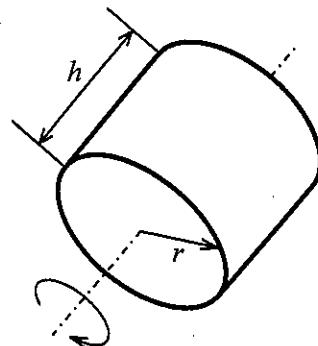

図1
1) 図1に示すように、半径 r [m]、高さ h [m]、質量 m [kg] の円柱が、円の中心を軸として回転したときの慣性モーメント J は、